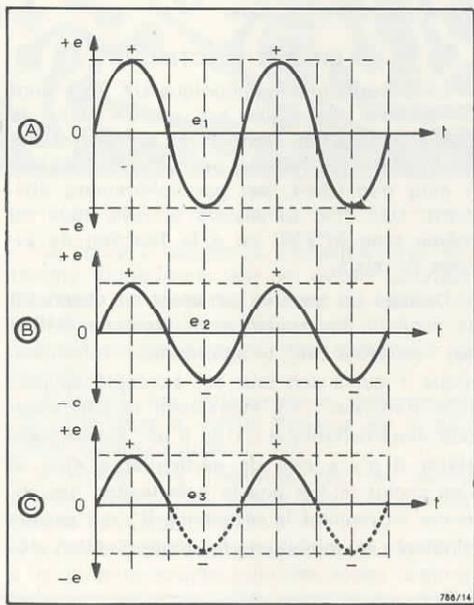

Fig. 14
Dans le sens de mauvaise conduction (A négative par rapport à K) la résistance de la diode est nommée résistance inverse et sa valeur est très grande par exemple 1 M $\Omega$ . Lorsqu'il y a l'alternance positive du signal alternatif de tension  $e_1$ , tout se passe comme si la résistance  $R_d$  était en plus. La tension aux bornes de  $R_o$  à la forme indiquée en trait continu en (C) figure 14. Lors des alternances négatives, comme la résistance inverse de la diode est très grande par rapport à  $R_o$ , la tension aux bornes de  $R_o$  sera très faible, pratiquement négligeable.